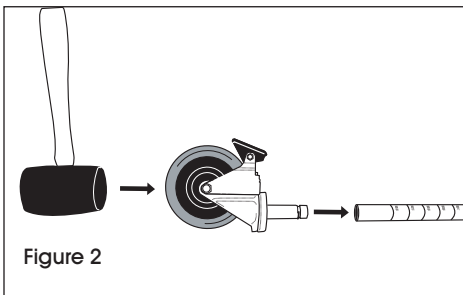

Figure 2
1. Assurez-vous que le montant est placé comme illustré. (Voir figure 2)
2. Enclenchez le frein des roues pour empêcher roulettes de rouler pendant le montage. Utilisez un maillet en caoutchouc pour insérer la tige des roulettes dans les montants. (Voir figure 2)